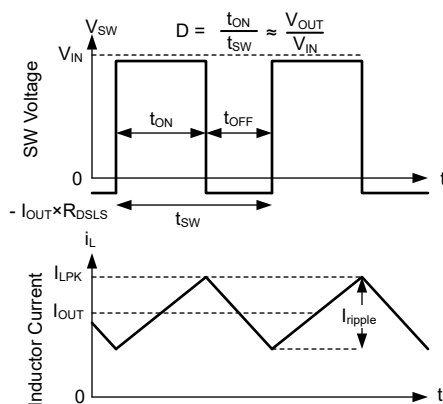

図 6-9. 連続モード (CCM) における SW 電圧とインダクタ電流の波形
TLVM65030 の以下の動作の説明では、セクション 6.2 と 図 6-9 の波形を参照しています。両方とも、内蔵ハイサイド (HS) およびローサイド (LS) NMOS スイッチを各種デューティ サイクル (D) でオンにすることで、制御された出力電圧を供給します。HS スイッチのオン時間の間、SW 端子の電圧 (V_{SW}) は V_{IN} の付近までスイングし、インダクタ電流 (i_L) は線形的な傾きで増加します。HS スイッチは、制御ロジックによってオフにされます。HS スイッチのオフ時間 (t_{OFF}) の間、LS スイッチはオンにされます。インダクタ電流は LS スイッチを通して放電され、LS スイッチの両端の電圧降下によって V_{SW} をグランドより低い電圧まで強制的にスイングさせます。一定の出力電圧を維持するため、レギュレータ ループはデューティ サイクルを調整します。D は、HS スイッチのオン時間をスイッチング周期で割った値として次のように定義されます。 $D = T_{ON} / (T_{ON} + T_{OFF})$ 。